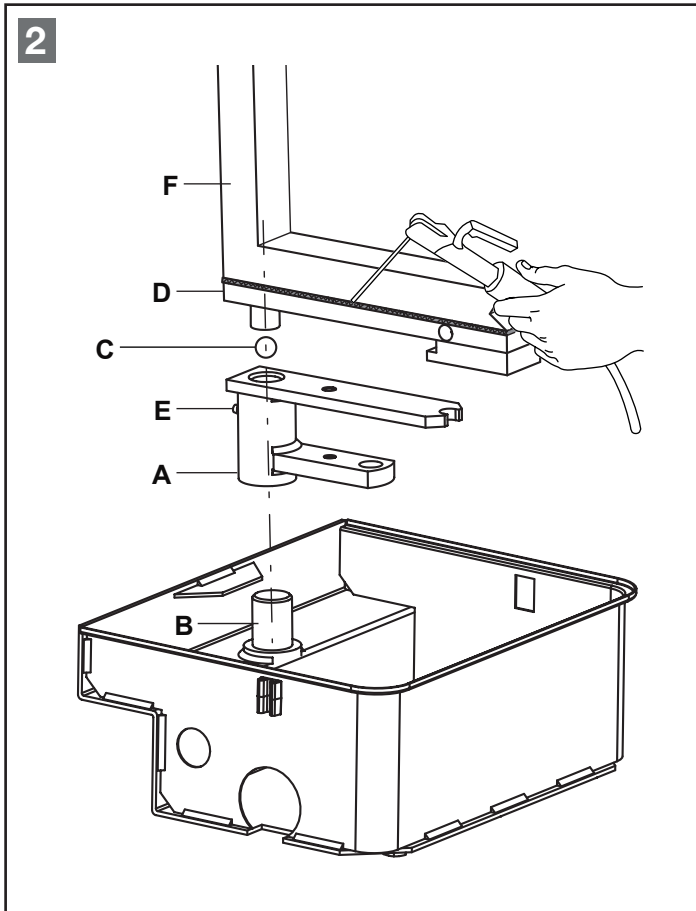

Bild 2 - Montage Torblattbeschlag
Den Lagerbolzen (B) einfetten. Den Mitnehmer (A) auf den Lagerbolzen (B) stecken. Die Kugel (C) einfetten und in das Loch des Mitnehmers (A) legen. Den Torblattbeschlag (D) aufstecken. Nun das Torblatt (F) provisorisch, mit Hilfe einer Schraubzwinde, am Torblattbeschlag (D) festklemmen und durch manuelles Öffnen und Schließen die korrekte Position bestimmen. Gegebenenfalls muss die Position des Torbeschlags (D) angepasst werden. Anschließend den Torblattbeschlag (D) an das Torblatt (F) schweißen. Den Mitnehmer (A) über den Schmiernippel (E) mittels einer Fettpresse schmieren. Siehe „Bild 2 - Montage Torblattbeschlag“.